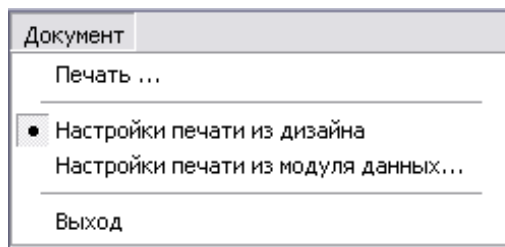

Рисунок 537
1) В окне редактора откройте меню **Документ** (рисунок 537).